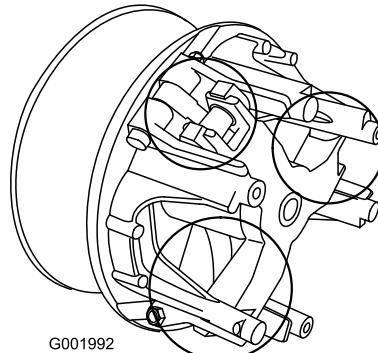

Figura 58
5. Lubrique las piezas en movimiento en las zonas indicadas en Figura 58 usando Spray Lubricante Seco Toro, disponible a través de su Distribuidor o Concesionario Autorizado Toro.